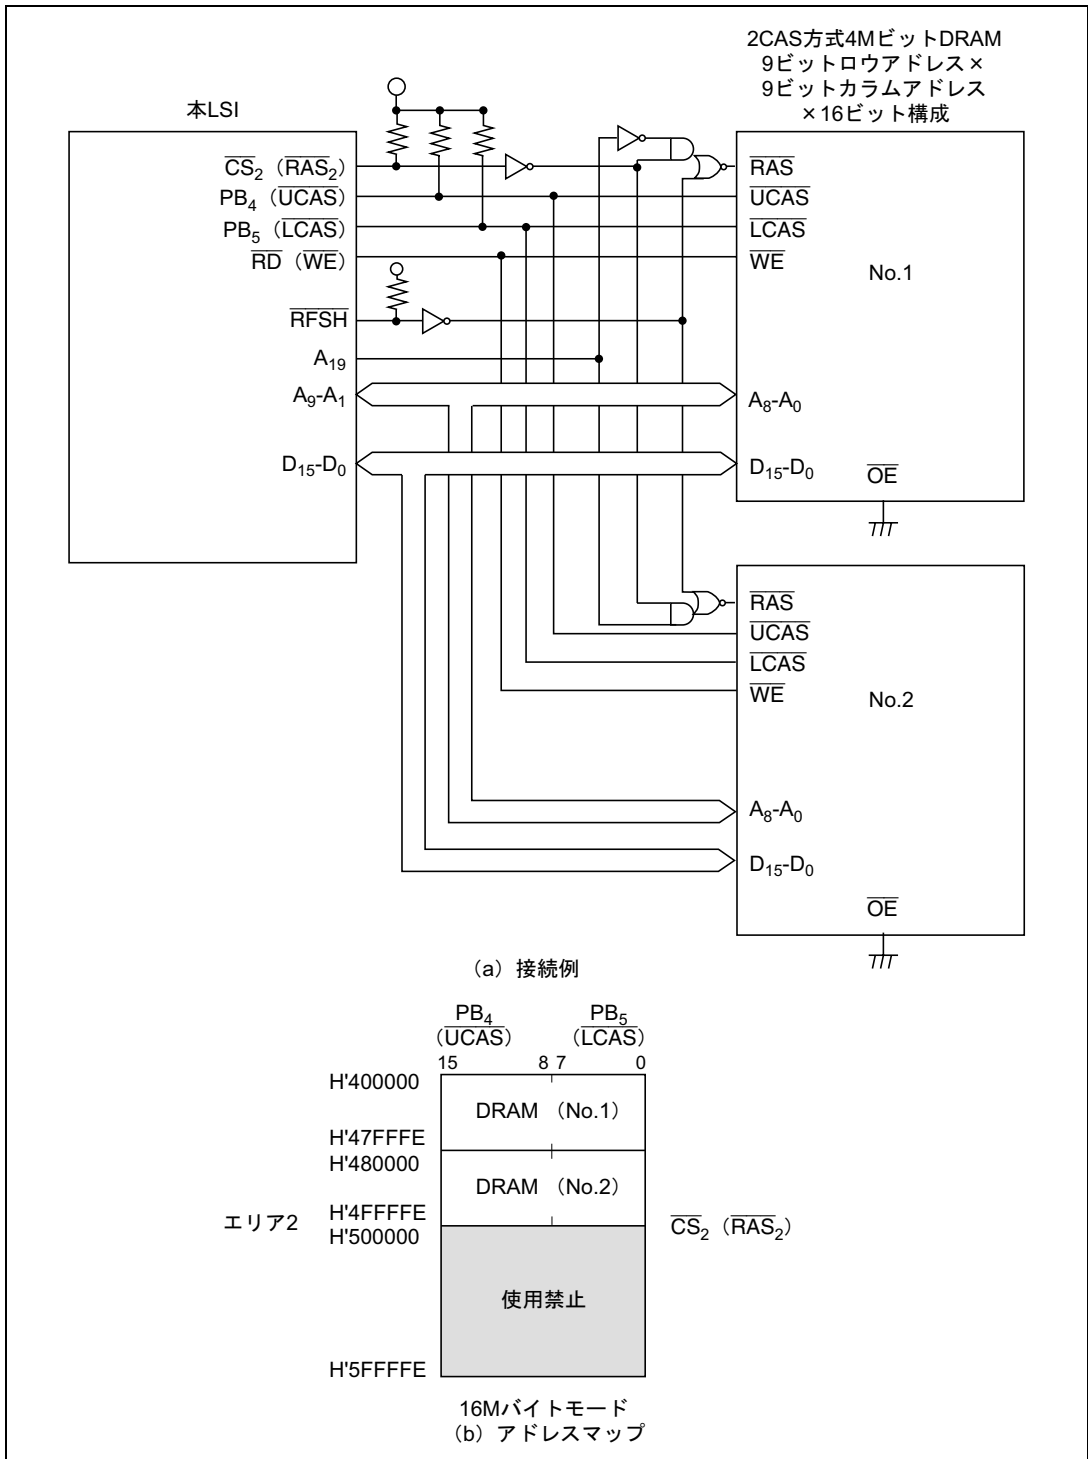

図 6.33 ×16 ビット構成 (2CAS 方式) の 4M ビット DRAM の接続例とアドレスマップ
- (3) 図6.33に4MビットDRAMを2個使用する場合の接続例とそのアドレスマップを示します。9ビットロウアドレス×9ビットコラムアドレスのタイプのものを使用しています。本例では上位アドレスをデコードすることにより、複数のDRAMを1つのエリアに接続しています。この場合、すべてのDRAMを同時にリフレッシュする必要があるため、 $\overline{\text{RFSH}}$ 端子を使用します。